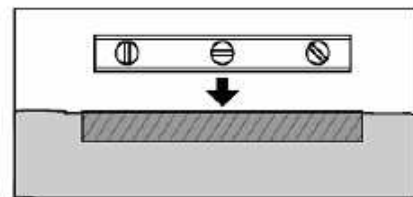

fig. 9
- Les dalles de patio doivent être enfouies dans le sol, de telle sorte que leur surface soit de niveau (Fig. 9) avec le sol. Utilisez un niveau de charpentier pour vous assurer que les dalles de patio soient bien égales et de niveau avec le sol.